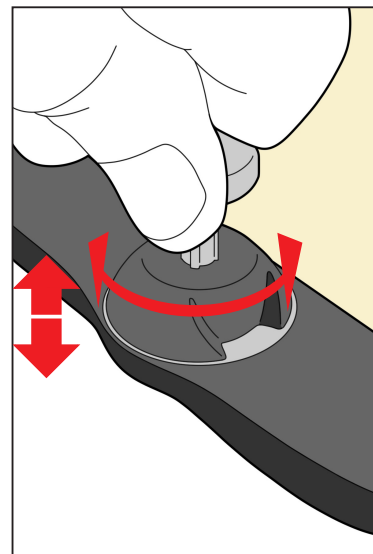

Рис. 7
1. Поверните каждый штифт в передней части термопластической маски до достижения прокладкой желаемой высоты (рекомендованная высота составляет 2 мм, а отметки размещены с интервалом 0,5 мм) (Рис. 7).